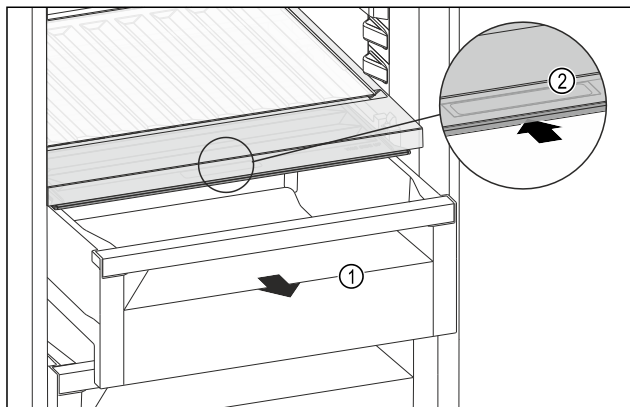

Fig. 153
- Zásuvku Fig. 153 (1) vytáhněte.
- Uchopte prohlubeň pro rukojeť Fig. 153 (2) na víku zásuvky a současně zasuněte víko zásuvky směrem dozadu.